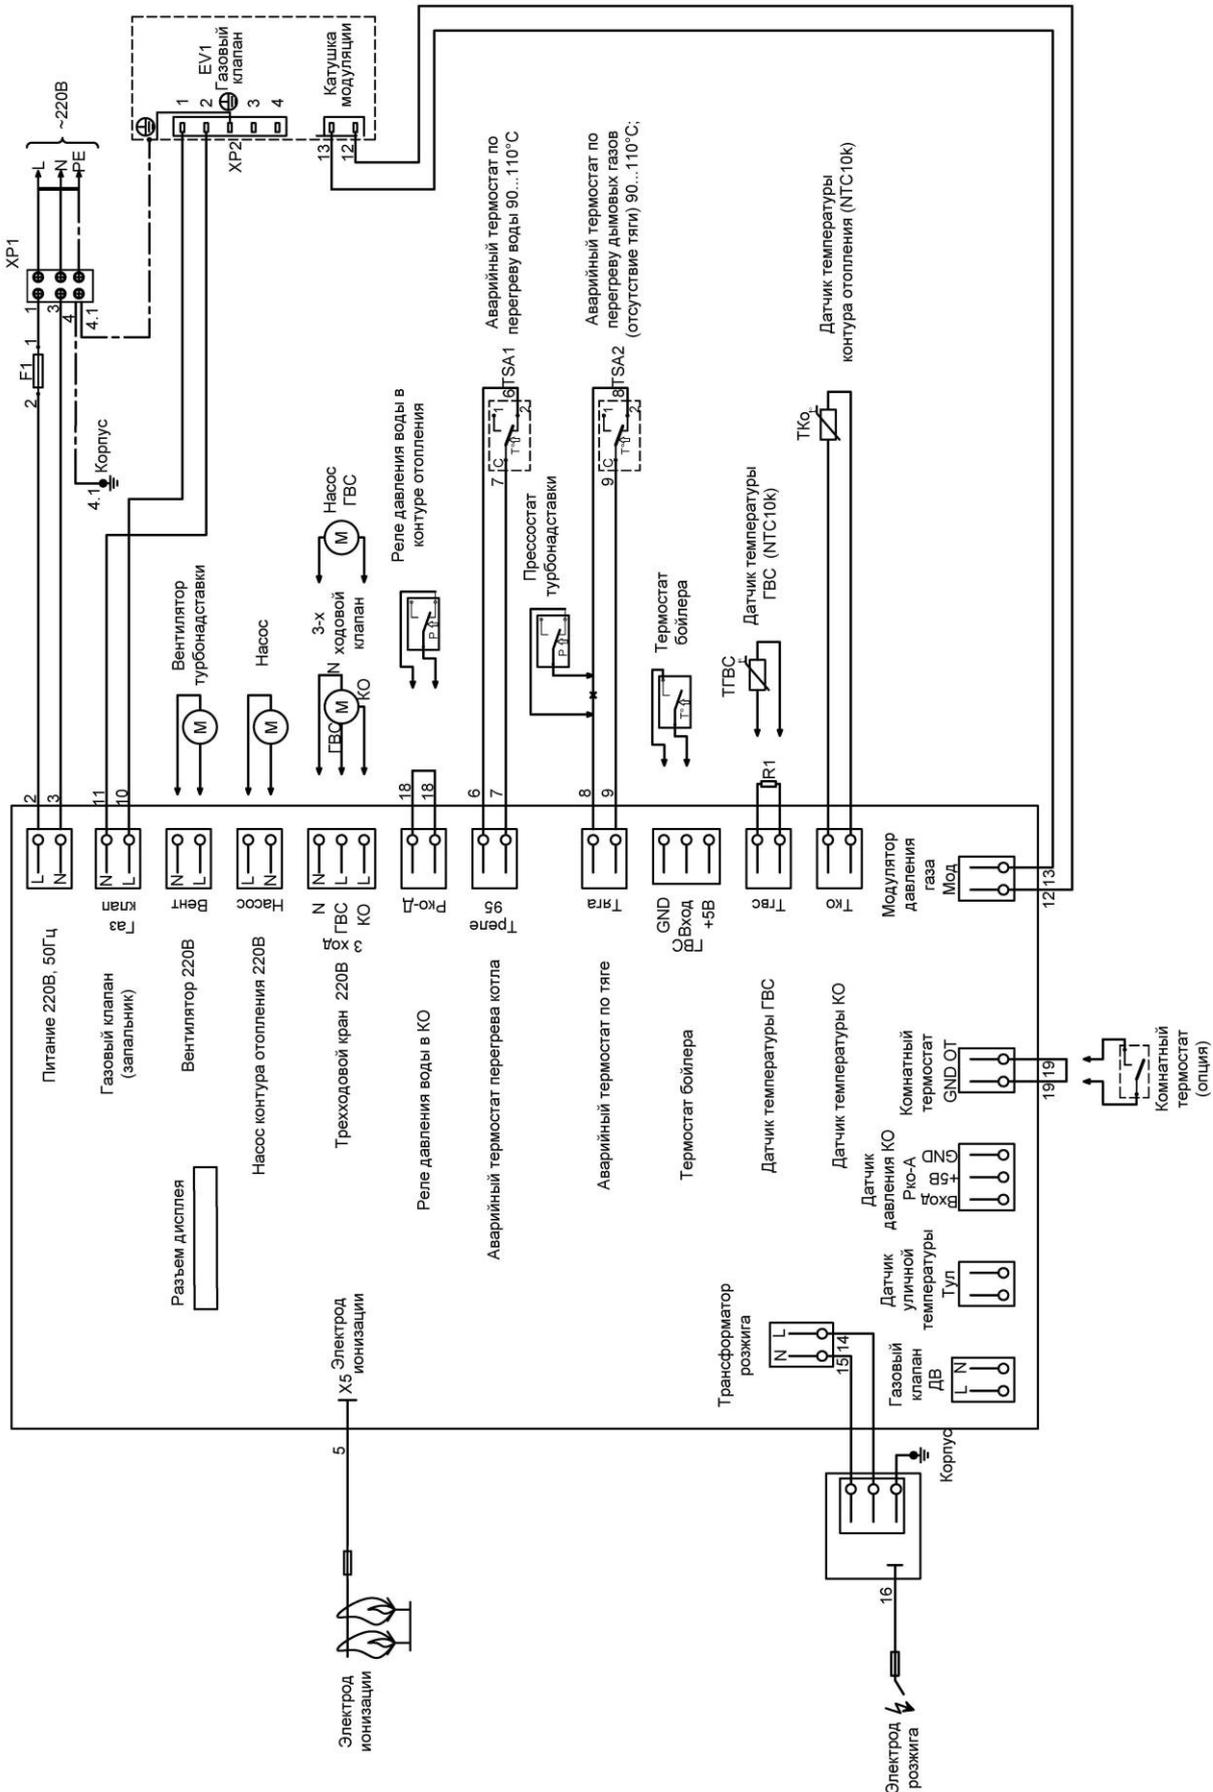

Рисунок 7. Электрическая схема котлов TITAN Z30M; Z40M; Z50M; Z60M, Z65M
- подсоедините провода термостата накопительного бойлера горячего водоснабжения в соответствии с электрической схемой (Рис.7,8);
- подключите насос греющего контура бойлера в соответствии с электрической схемой (Рис.7,8);